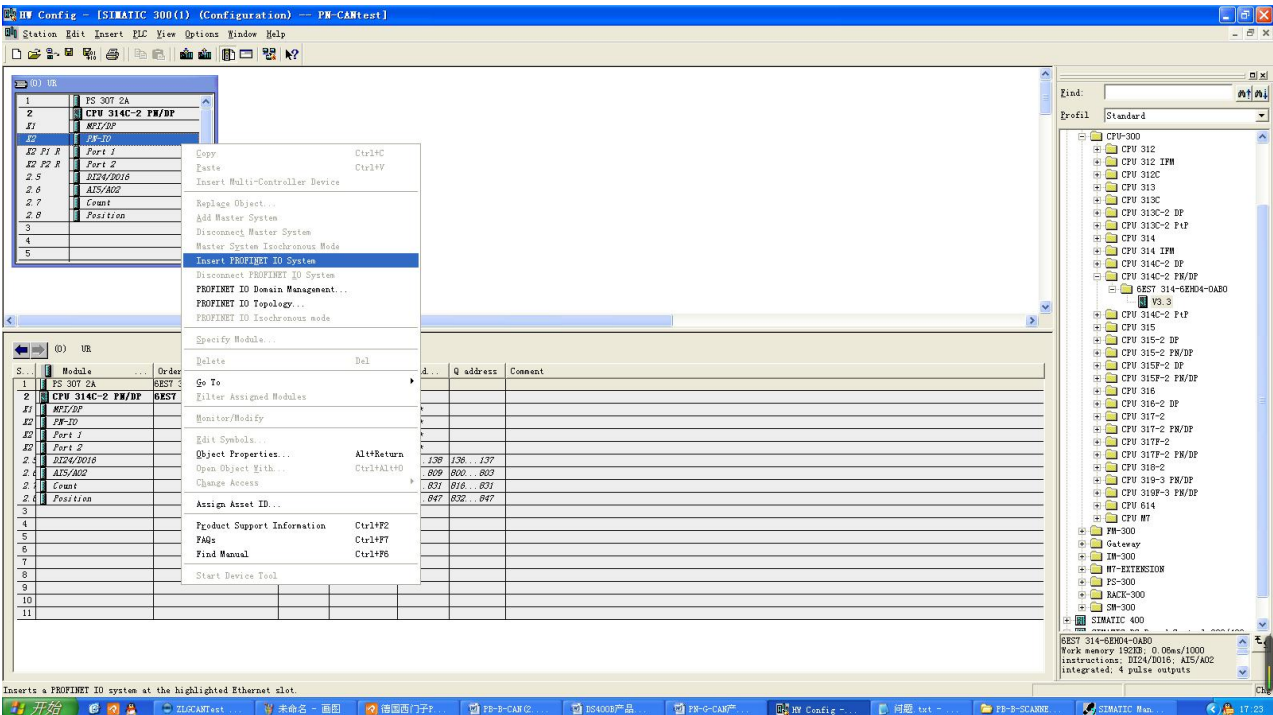

图 3-6
(3)、在 CPU315-2PN/DP 下，右击 PN-IO，添加 PROFINET 网络，如图 3-6、3-7 所示